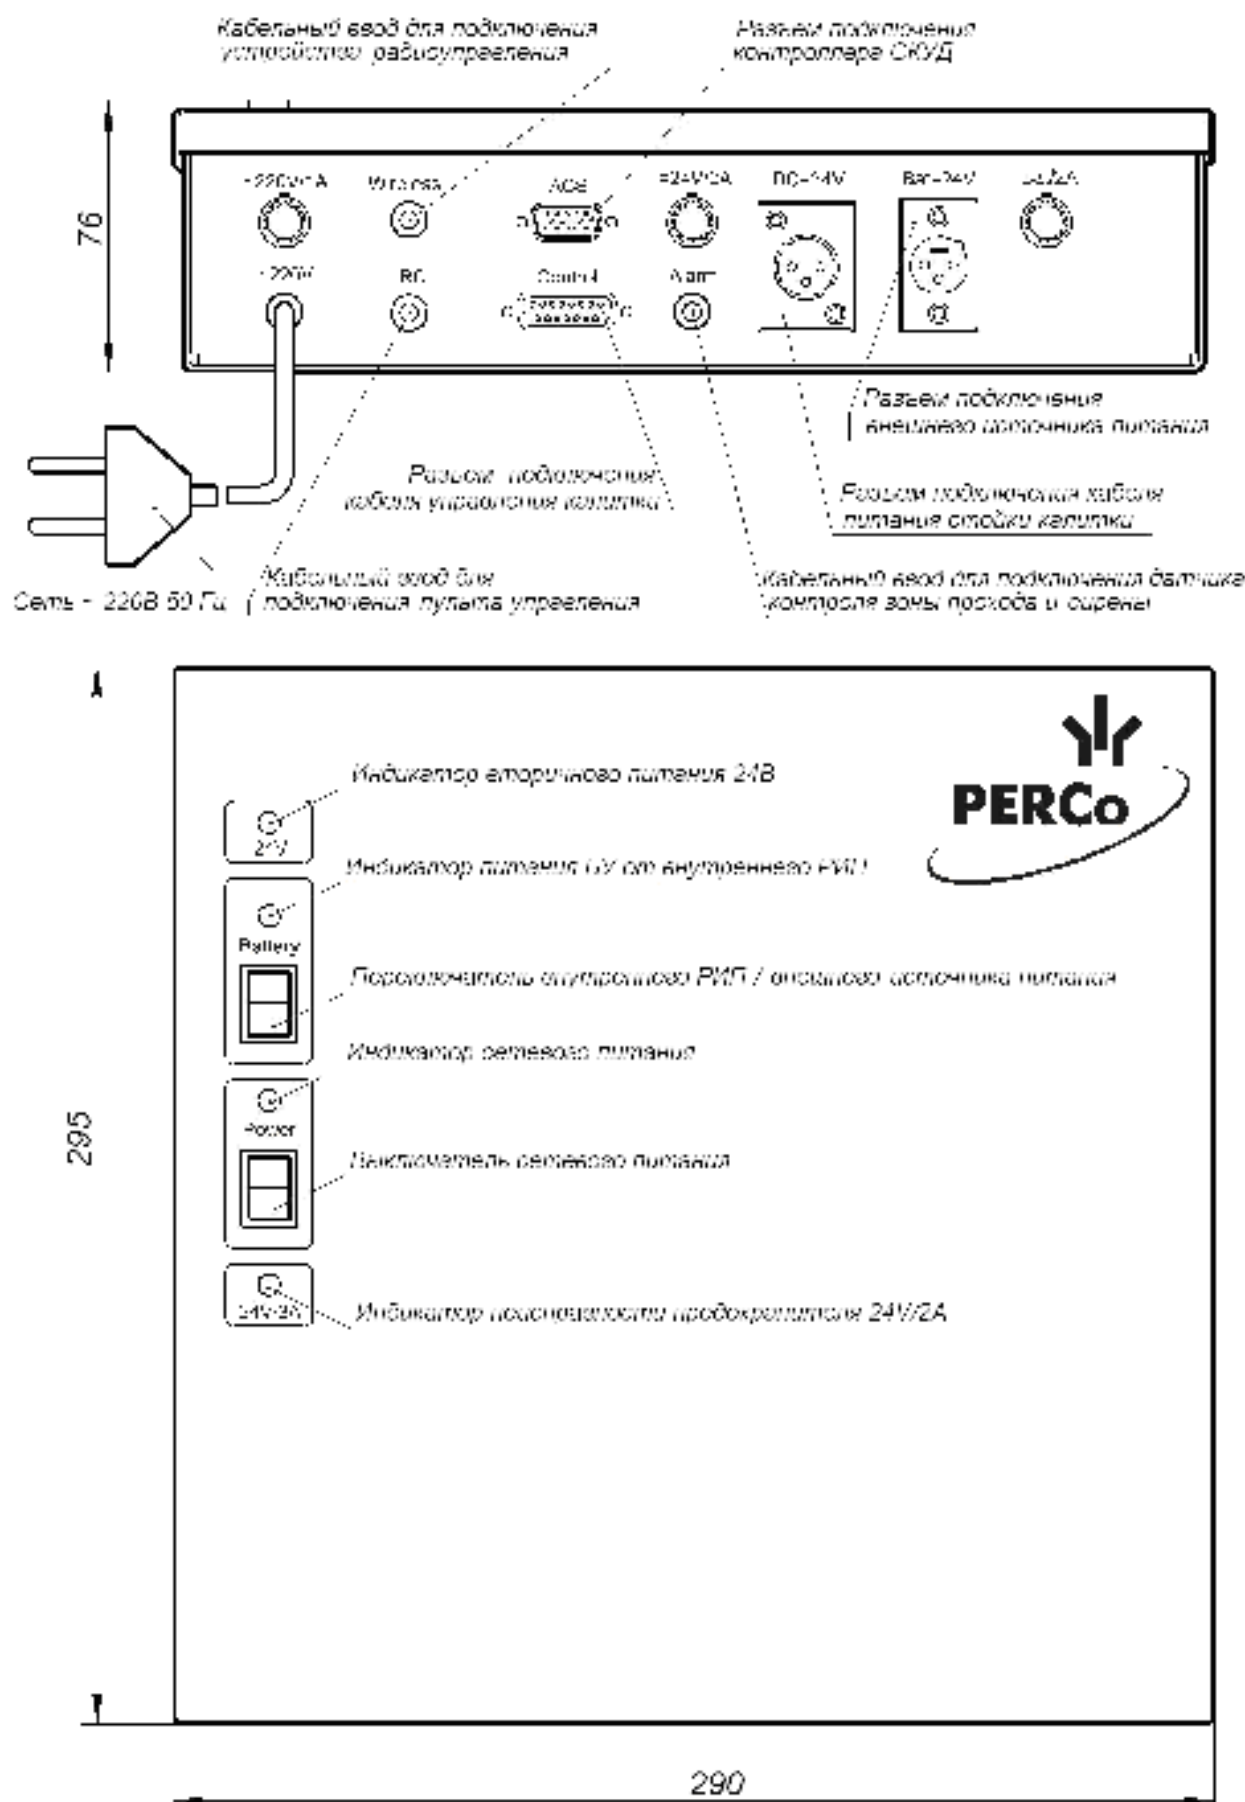

Рисунок 4. Внешний вид БУ
калиткой. ПДУ (9) подключается к БУ (8) гибким многожильным кабелем (12) через кабельный ввод в нижней панели БУ (см. рис.4).
Все переключения в блоке управления производить только при выключенном питании (выключатели «**Power**» и «**Battery**» в положение «**0**», рис. 4) и отсоединенном от сети сетевом кабеле.
БУ (8) предназначен для обеспечения электропитания внутреннего оборудования калитки и реализации алгоритма управления. Он выполнен в виде отдельного прибора в закрытом металлическом корпусе с крышкой (см. рис. 4), который имеет возможность настенного крепления с антисдергивающей фиксацией. Возможно настольное использование БУ.
В корпусе БУ (8) находятся: силовой трансформатор, модуль ИП, модуль процессорный, два 12-вольтовых аккумулятора внутреннего РИП. На лицевой панели БУ расположены следующие индикаторы (см. рис. 4):
Все переключения в блоке управления производить только при выключенном питании (выключатели **«Power»** и **«Battery»** в положение **«0»**, рис. 4) и отсоединенном от сети сетевом кабеле.
Подключение СКУД производится к разъему **«ACS»** блока управления (см. рис. 4). Назначение контактов разъема **«ACS»** блока управления показано на рис. 6. Разъем СКУД прилагается в комплекте ЗИП.